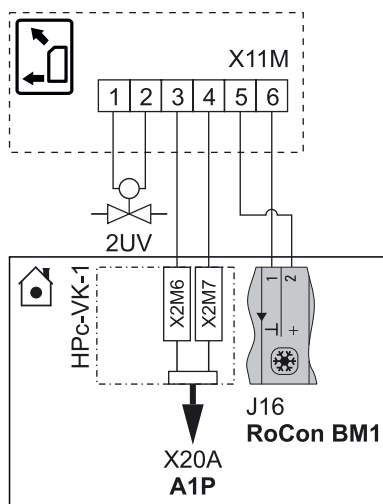

Fig. 4-33 Collegamento ROTEX Convettore HP ad ROTEX HPSU compact
- Collegamento elettrico del ROTEX Convettore HP con i seguenti accessori in base a fig. 4-33 come contatto di commutazione (riscaldamento/raffreddamento) al modulo base.